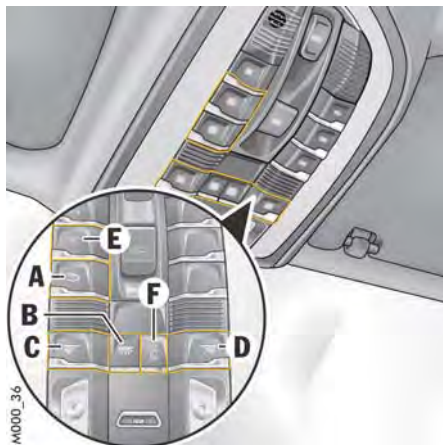

図12: オーバーヘッド・コンソールのインテリア・ライト・ボタン
- ▶ フロント・オーバーヘッド・コンソールのボタン **B** (図12) またはリヤ・ドア上のボタン **G** (図13) を希望の明るさになるまで少なくとも1秒間押し続けてください。
- ▶ ボタン **F** (46ページ：図12) を押してください。インテリア・ライトの自動点灯機能がOFFの場合、ボタンのインジケーター・ライトが点灯します。
- ▶ ボタン **E** を押してください(46ページ：図12)。
- ▶ アンビエント・ライトを調整するには、お好みの明るさになるまでボタン **E** (46ページ：図12) を1秒以上押し続けてください。